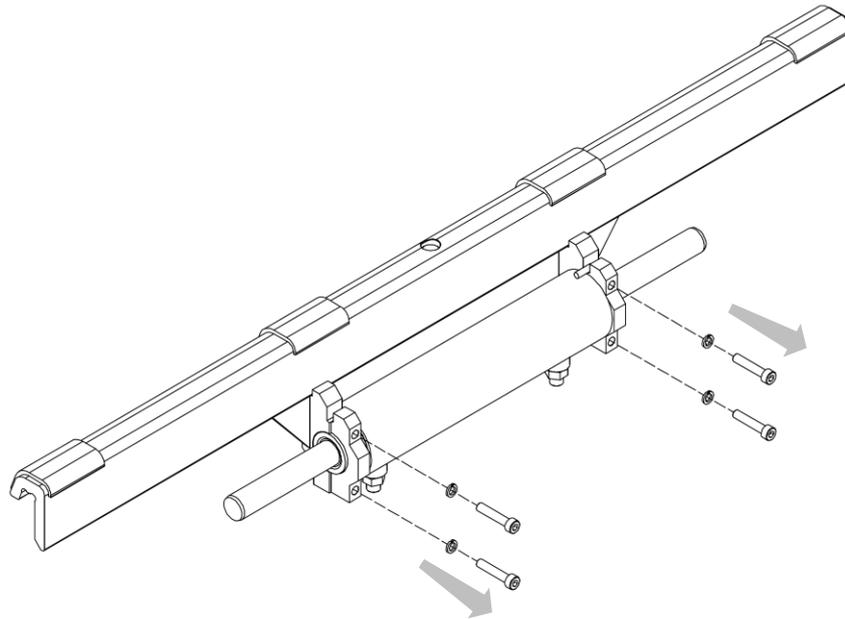

Figure 21
2. Dévisser les quatre vis de fixation du demi-collier avant (voir *Figure 21*).